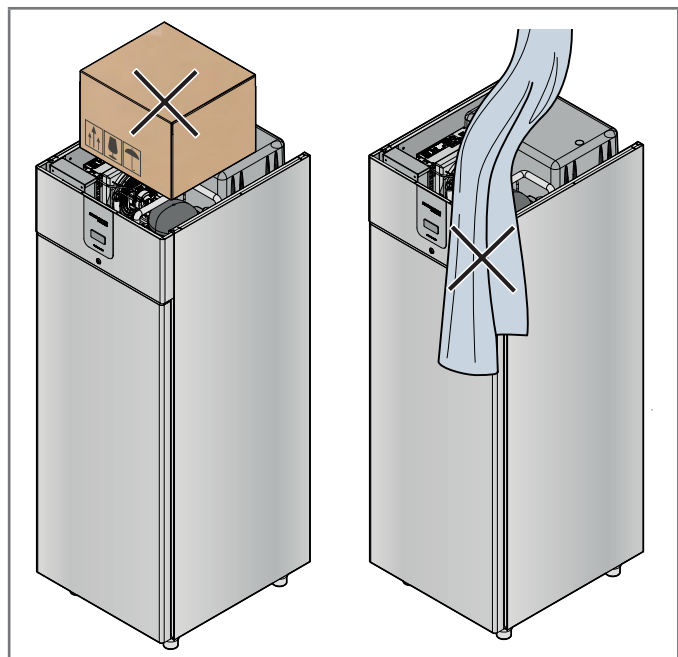

Fig 3.7 - Positionnement
- Ne pas obstruer les ouvertures de ventilation de l'appareil (Fig. 3.7).